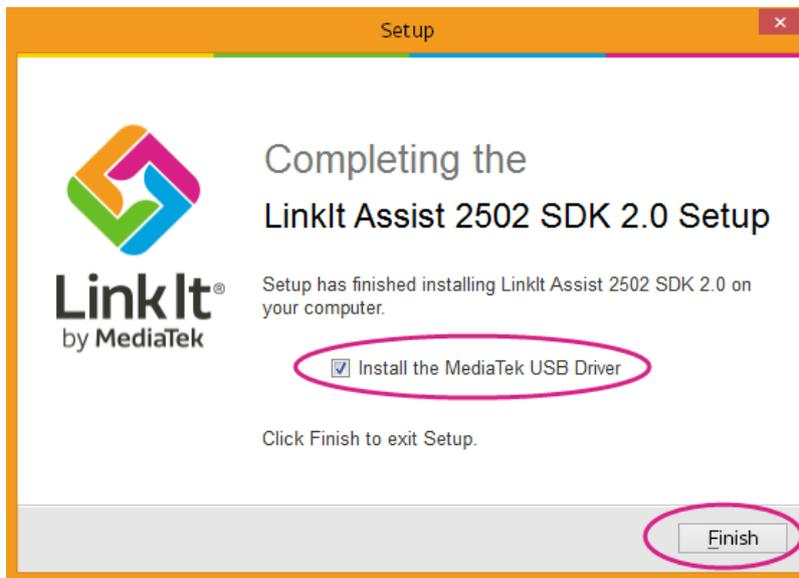

图 11 SDK 安装完成页面
9) 一旦安装了插件，并且您选择了新路径，那么 SDK 将会安装在那里。在完成页面，如图 11 中，确保 Install the MediaTek USB driver (安装联发科 USB 驱动程序) 被打勾，然后单击 Finish (完成)。